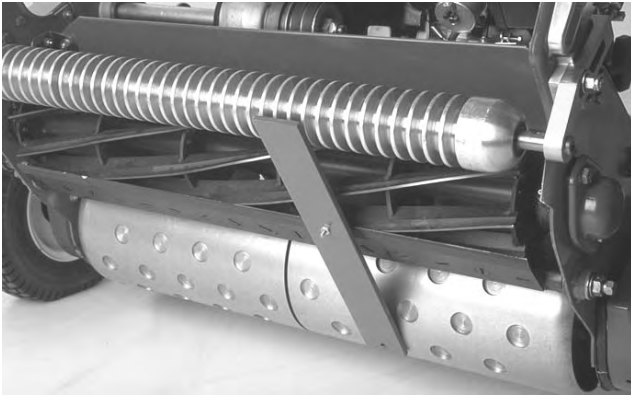

Bild 15
4. Haken Sie den Schraubenkopf an die Schnittkante des Untermessers ein, und stützen Sie das hintere Ende der Lehre auf der hinteren Walze ab (Bild 15).